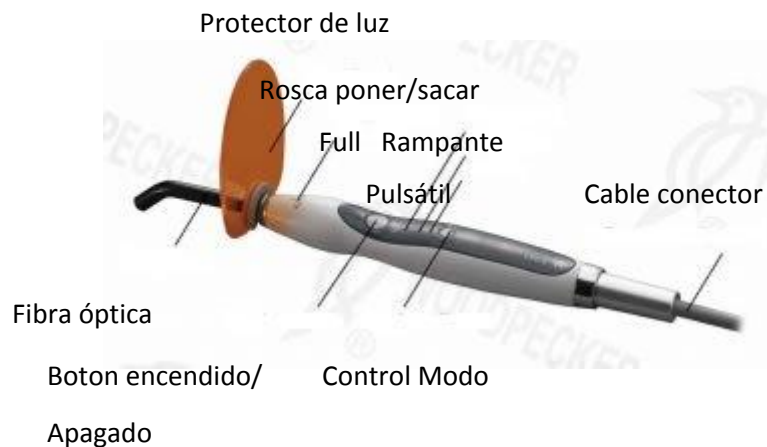

Figura 1
LED G (dental) esta principalmente compuesta de LED de alta intensidad, fibra óptica y la unidad principal. (Figura 1)
5.3 Instalar el protector de fibra óptica como se muestra en la figura 1.